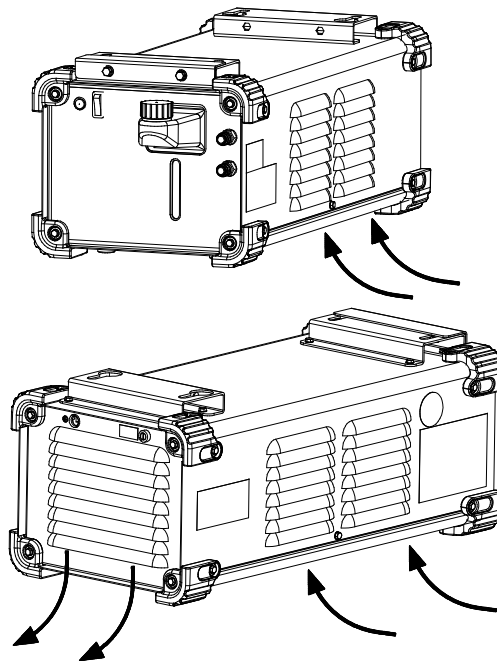

Рисунок 5.
- Подсоедините шланг с водяным штуцером быстрого соединения (входит в комплектацию оборудования) к впускному патрубку охладителя и выходному разъему (Рисунок 5).